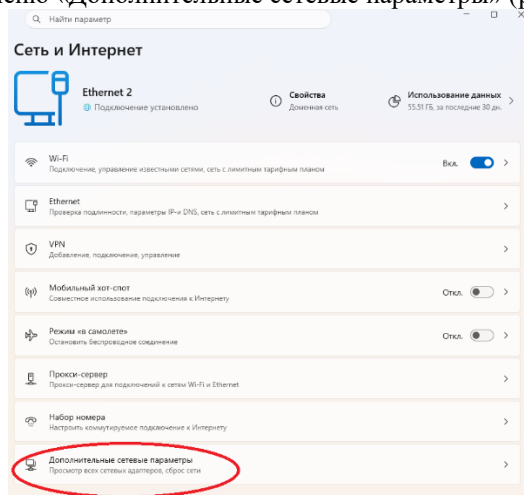

Рис. 1.2. Открытие меню «Дополнительные сетевые параметры»
- открыть меню «Дополнительные сетевые параметры» (рис. 1.2).